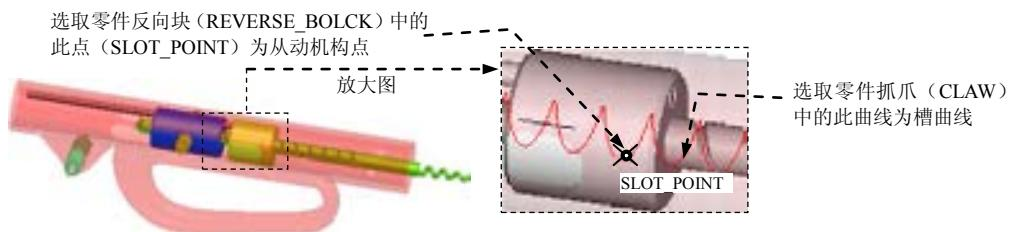

图 12.5.18 拖移驱动杆和止动杆的位置
准备工作：在 视图(V) 菜单中选择 拖动元件(1)... 命令，分别将驱动杆子装配 (actuating_rod_asm.asm) 和止动杆 (Stop_Rod) 拖移到图 12.5.18 所示的位置，单击，终止拖移操作。然后关闭“拖动”对话框。
① 单击“放置”界面中的“新建集”，增加新的连接接头。在 集名称 下的文本框中输入连接名称“Slot1”后按 Enter 键，并在 集类型 中选择“槽”选项。
② 选择从动机构点：在图 12.5.18 中的放大图中，选取零件反向块 (REVERSE_BOLCK) 中的点 (SLOT_POINT) 为从动机构点，完成选取。
③ 选择槽曲线：在图 12.5.18 中的放大图中，采用“从列表中拾取”的方法，在列表中选取零件抓爪 (CLAW) 中的螺旋曲线为槽曲线，再单击“选取”对话框中的 确定(1) 按钮。主体名 (CLAW) 和曲线名出现在相应区域，同时该曲线在模型中用青色加亮显示。
④ 在槽曲线上定义端点作为运动的起点和末点：本例可不进行此步操作。
(4) 单击操控板中的 按钮。